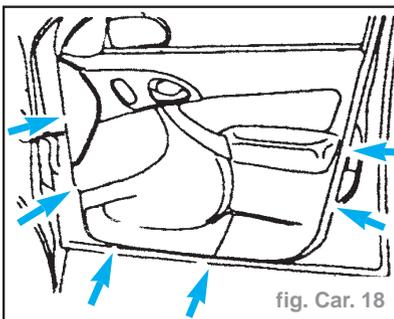

fig. Car. 18
- Déposer les vis de panneau de garnissage. (fig. Car. 18)